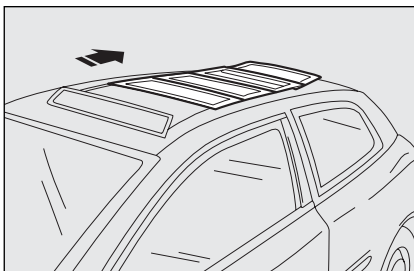

fig. 79
- ☐ Second déclic de la poignée: achèvement de l'ouverture de la 1^{ère} lamelle, déplacement de celles suivantes vers l'arrière **fig. 79** et mouvement du rideau pare-soleil.